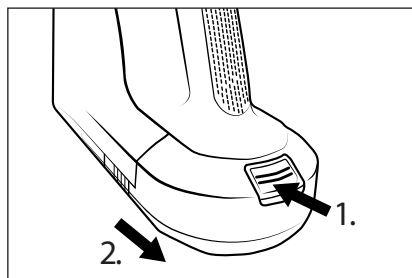

Fig. 13
- ♦ For at fjerne batteriet ❷2 fra produktet, skal du trykke på oplåsningsknappen til batteriet ❷1 og tage batteriet ❷2 ud af produktet (se fig. 13).